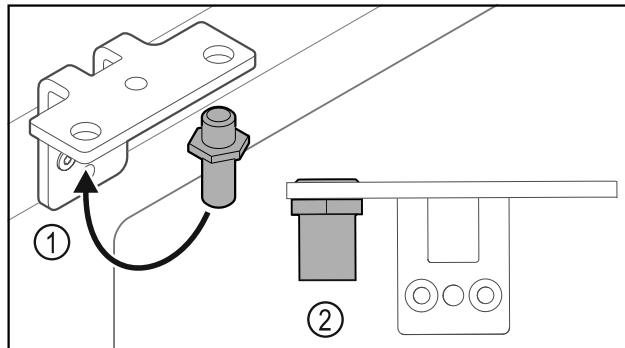

Fig. 36
- Перемістити палець Fig. 36 (1) у шарнірному кутику.
- Затягнути палець Fig. 36 (2) з **обертальним моментом 12 Нм.**